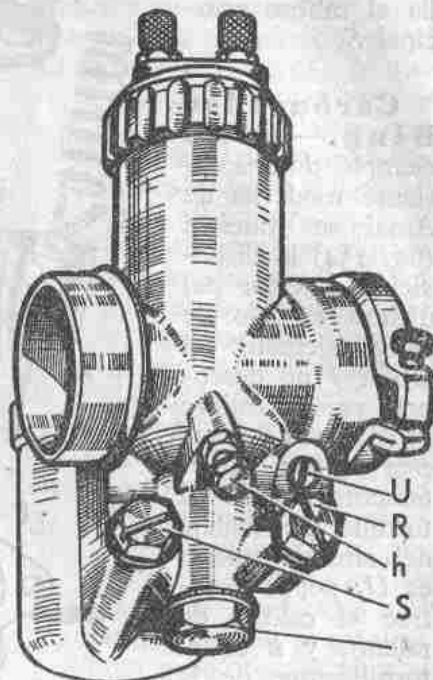

Fig. 154. — Reglajes exteriores (Bing).
**Carburador Bing.** — Como ejemplo de una variante moderna de Amal se muestra (fig. 154) la disposición exterior del último modelo de Bing (alemán): el tapón *Y* no descubre ya el calibre principal porque éste se saca directamente por *S*. El tornillo de reglaje del aire de ralenti es *U*; por *R* se extrae el calibre de ralenti, y *h* es el tornillo-tope de la corredera.